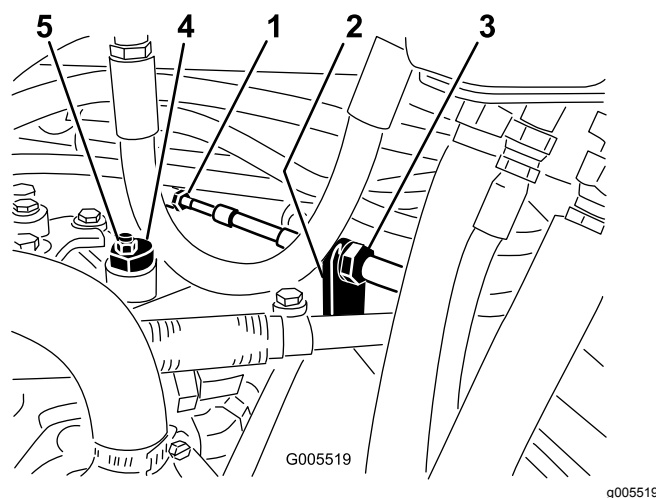

Figura 52
- A. Allentate entrambi i controdadi che fissano il cavo di comando della trazione alla paratia dell'igrostatato (Figura 52). Verificate che i controdadi siano ugualmente allentati, in modo sufficiente da consentire la messa a punto.
**Nota:** Allentate il dado che fissa l'eccentrico alla parte superiore dell'igrostatato (Figura 52).
- C. Fate girare l'eccentrico finché non riscontrate movimenti in alcuna direzione. Quando la ruota cessa di girare, serrate il dado di bloccaggio dell'eccentrico per mantenere la messa a punto (Figura 52). Verificate la regolazione portando l'acceleratore in posizione Slow e Fast.
- D. Da ambo i lati della piastra serrate in modo uniforme i dadi che fissano il cavo di trazione alla piastra (Figura 52). Non torcete il cavo.